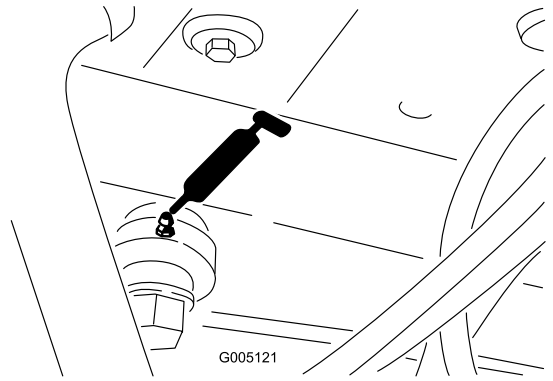

Figure 31
- Extrémité de vérin de direction (Figure 31).